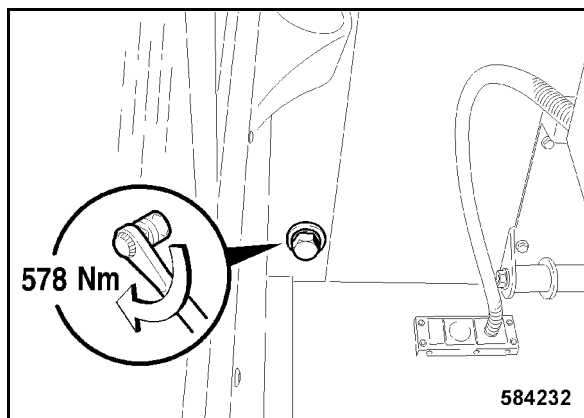

Bild 194
- Kiristä takana, sisäpuolen kiinnitysruuvi oikealta 578 Nm:llä (Bild 194).